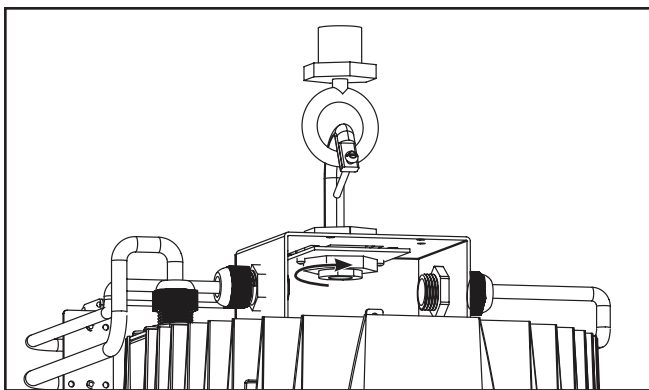

Figura 5.
9. Asegure la contratuerca al gancho de montaje enroscando el interior de la caja de conexiones y apriétela firmemente contra la placa de montaje ajustable. (Figura 5)